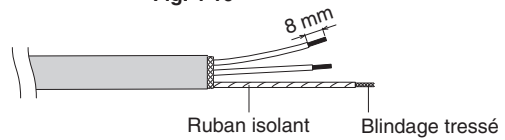

Fig. 4-11
- (3) Retirez l'isolant du fil de signaux. (Fig. 4-11)